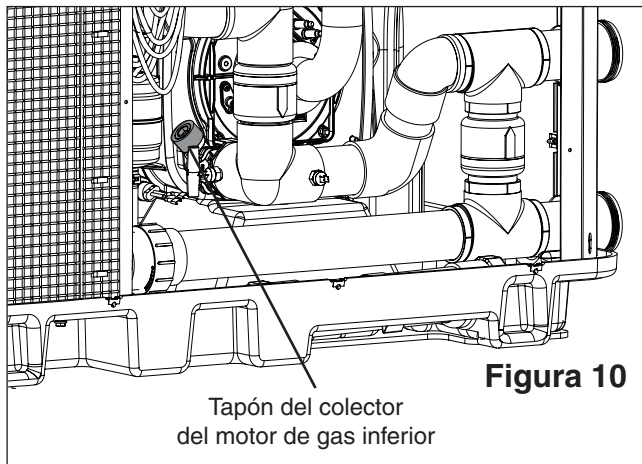

Figura 10
2. Retire el tapón de latón de 3/4" del colector del motor de gas inferior. Ver **Figura 10**.